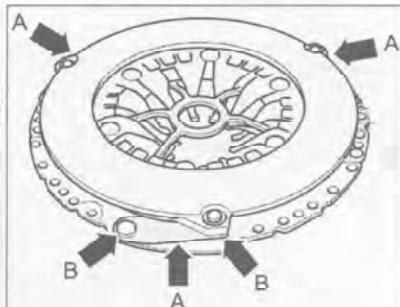

Рис. 7.327. Проверьте крепление пружин (стрелки А) на отсутствие повреждений и прочность заклепочных соединений (стрелки В).
4. Проверьте крепление пружин (стрелки А) на отсутствие повреждений и прочность заклепочных соединений (стрелки В) (рис. 7.327).